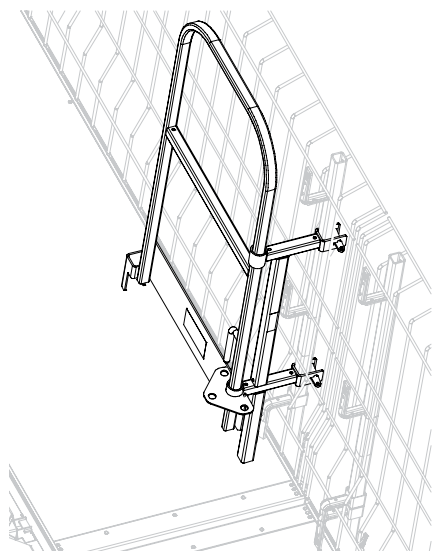

Fig. A8.07
4. Abaisser le portillon d'about. (Fig. A8.07)